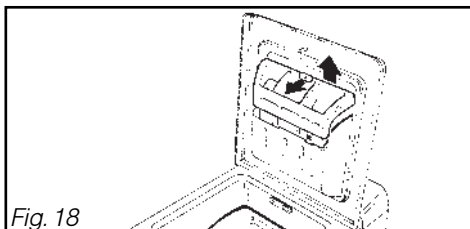

Fig. 18
- Manoeuvrez le bouton vers l'avant et **retirez la boîte vers le haut** (Fig. 18).